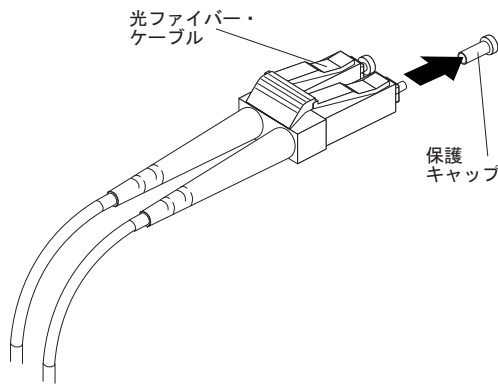

図 28. 光ファイバー・ケーブルの保護キャップの取り外し
3. 図 28 に示されているように、LC-LC ケーブルの一方の端から保護キャップを 2 つ取り外します。将来の利用のために、保護キャップを保管しておきます。